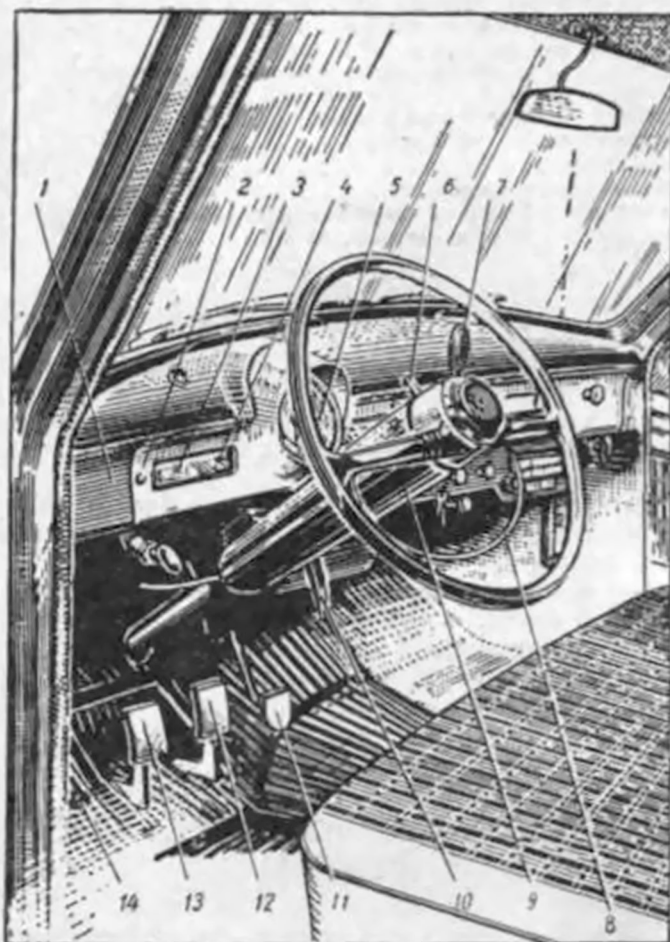

Рис. 3. Органы управления и контрольно-измерительные приборы:
Расположение органов управления и контрольно-измерительных приборов показано на рис. 3 и 5.
Педаль 13 сцепления (см. рис. 3) и педаль 12 тормоза имеют общепринятое расположение. Справа от педали тормоза расположена педаль 11 управления дроссельной заслонкой карбюратора, а слева от педали сцепления — кнопка 14 ножного переключателя света фар.
Вытяжная рукоятка 10 (см. рис. 3) привода ручного (стояночного) тормоза помещена под панелью приборов, справа от рулевой колонки.
Включатель звукового сигнала *8* (см. рис. 3) имеет форму полукольца и расположен под рулевым колесом.
В комбинацию приборов, расположенных слева, входят амперметр **3** (см. рис. 3) и указатель **4** уровня бензина в баке.
**Спидометр 5** (см. рис. 3), объединенный с суммарным счетчиком пройденного автомобилем расстояния, помещен в центре щитка приборов. На шкале спидометра нанесены деления от 0 до 140  $км/час$  с ценой деления 10  $км/час$ . Суммарный счетчик имеет шесть цифровых барабанчиков. Красные цифры на крайнем правом барабанчике указывают пройденный путь в сотнях метров. После пробега автомобилем 100 тыс.  $км$  начинается новый цикл отсчета счетчика. В шкале прибора (ниже счетчика) имеется отверстие, закрытое синим светофильтром. Сигнальная лампочка, помещенная внутри прибора, освещает светофильтр одновременно с включением дальнего света фар. Щиток приборов над шкалой спидометра выполнен в форме козырька, что ослабляет отражение шкалы в ветровом стекле\*.